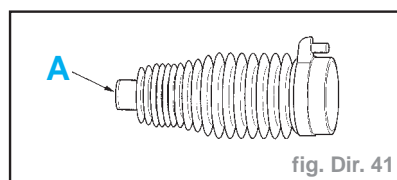

fig. Dir. 41
- la portée (A) du soufflet de crémaillère (fig. Dir. 41)